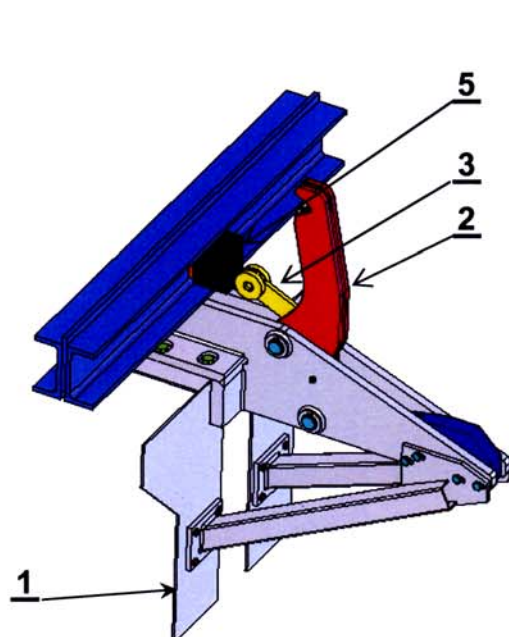

Figure 1 - Crochet en position de traction
- le levier 3 qui vient en contact sur la butée avant 5 → *figure 1* ;